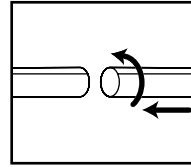

FIGURE 16
18. Attachez les bras de prolongation à l'extrémité accessoire du tuyau. Visez légèrement pour serrer le raccordement. **FIGURE 16.**